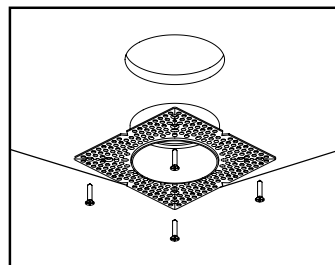

Figure 2
3. Secure the mud-in frame to the ceiling by screws and plaster. (see Fig.2 and 3)
3. Fixer le cadre au plafond à l'aide de vis et de plâtre. (voir Fig.2 et 3)